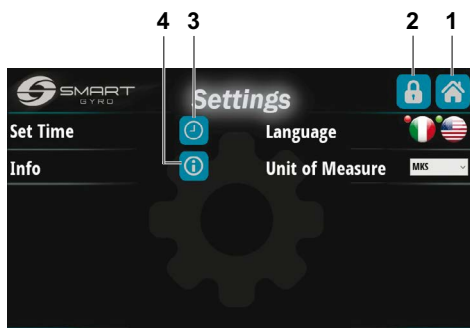
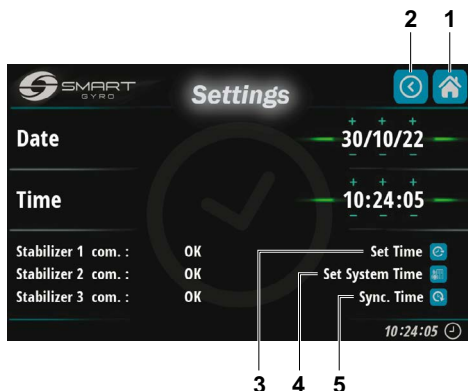

Abbildung 18
Abbildung 19
Durch Drücken des Einstellungssymbols (Abbildung 17, (1)) gelangen Sie auf die Menüseite Einstellungen (Abbildung 18).
Durch Drücken des Home-Symbols in der oberen rechten Ecke (Abbildung 18, (1)) kehren Sie zur Home-Seite zurück.
Durch Drücken des Symbols mit dem Vorhängeschloss (Abbildung 18, (2)) gelangen Sie auf eine passwortgeschützte Seite (nur für Servicepersonal zugänglich) zur Überprüfung/Änderung einiger interner Parameter, die normalerweise bei der Erstinstallation des Kreisel zugänglich sind.
Durch Drücken des Symbols „Zeit einstellen“ mit dem Uhrensymbol (Abbildung 18, (3)) gelangen Sie auf die Seite zur Einstellung von Uhrzeit und Datum (Abbildung 19).
Sobald Datum und Uhrzeit eingestellt sind, werden die Daten im permanenten Speicher der Controlbox des Kreisels durch Drücken des oberen Symbols in der unteren, rechten Ecke (Abbildung 19, (3)) gespeichert.
Durch Drücken des mittleren Symbols (Abbildung 19, (4)) werden die Uhrzeit und die Daten im permanenten Speicher des Displays gespeichert.
Wenn Sie schließlich auf das unterste Symbol (Abbildung 19, (5)) drücken, werden die Daten verworfen und auf dem Bildschirm werden das aktuelle Datum und die aktuelle Uhrzeit angezeigt, die von der internen Echtzeituhr der Gyro Control Box abgelesen werden.
Durch Drücken des Home-Symbols in der oberen rechten Ecke (Abbildung 19, (1)) kehren Sie zur Home-Seite zurück.
Durch Drücken des Zurück-Symbols in der oberen rechten Ecke (Abbildung 19, (2)) kehren Sie zur Seite Einstellungen zurück (Abbildung 18).
Durch Drücken des Info-Symbols (Abbildung 18, (4)) können die Firmware-Versionen sowohl des Displays als auch der (auf dem Kreisel installierten) Steuereinheit angezeigt werden (Abbildung 22).